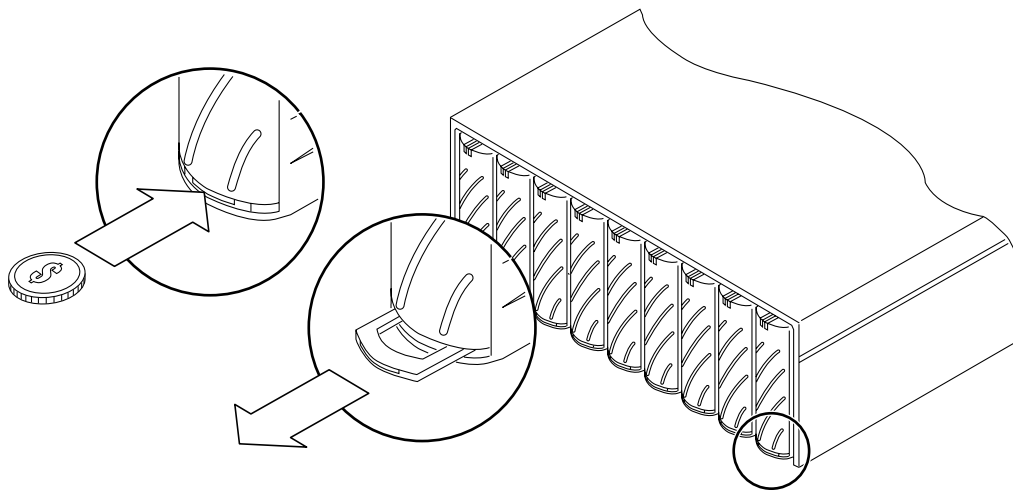

図 14-3 ラッチハンドルの解除
4. 硬貨または小さなねじ回しを使用して、ドライブのラッチハンドルを押し込み、外します (図 14-3)。